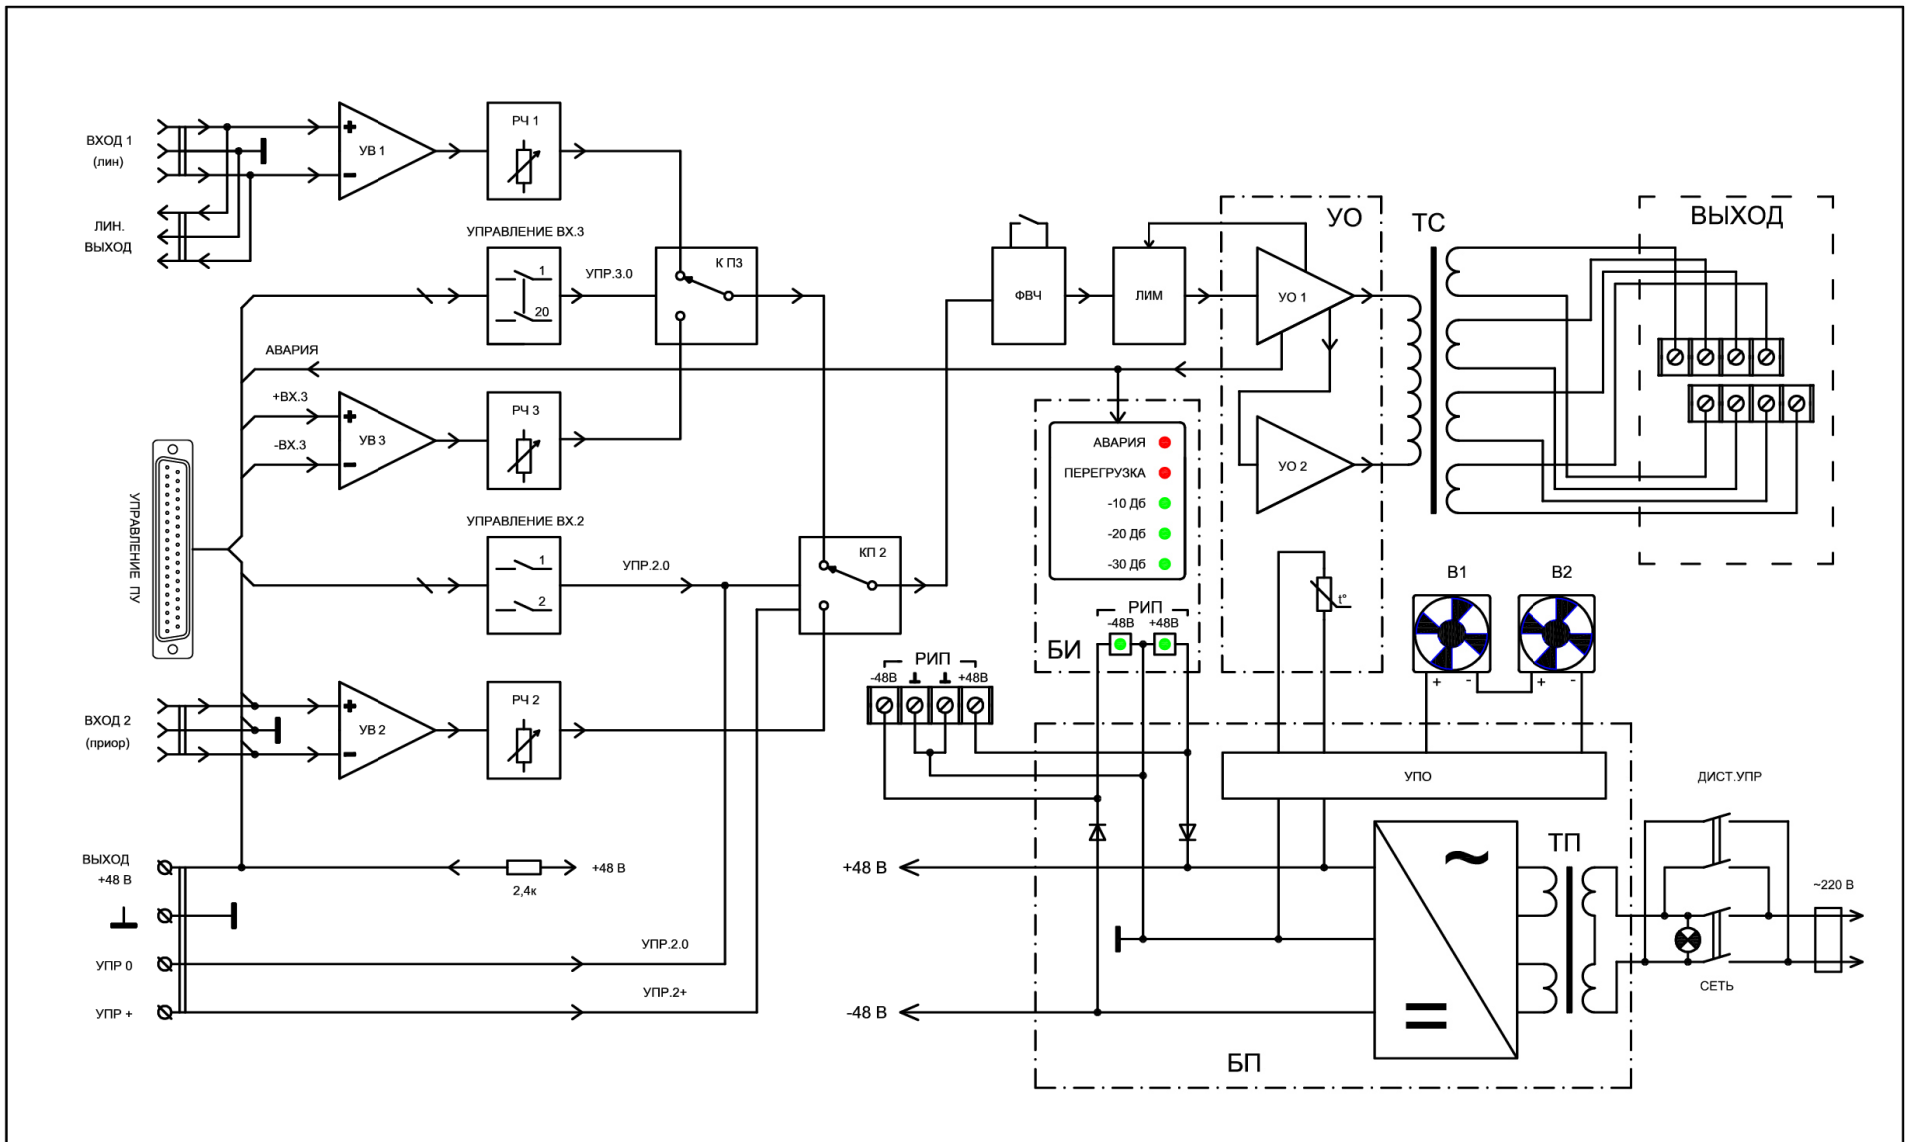

Рис.1 Структурная схема усилителя МЕТА 9154
9.1. Структурная схема УМ приведена на рис. 1.